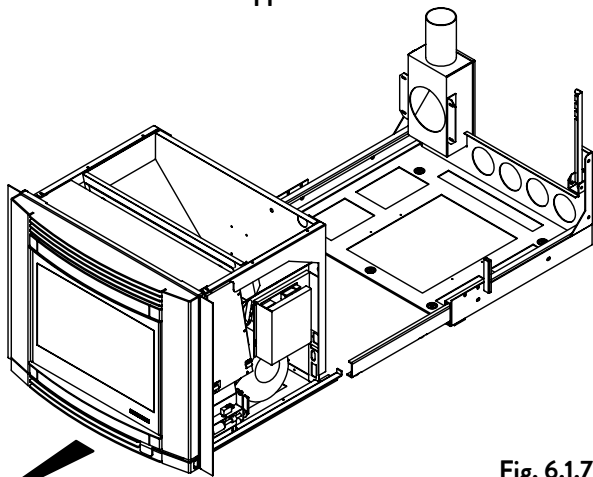

Fig. 6.1.7
- 1) Dégager l'appareil du soubassement (Fig. 6.1.7) ;